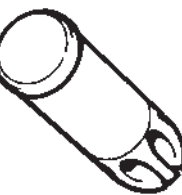

FIG. 7.04
- Utilice únicamente el grado correcto de cartucho **CASH®**, tal como se muestra en la fig. 7.04